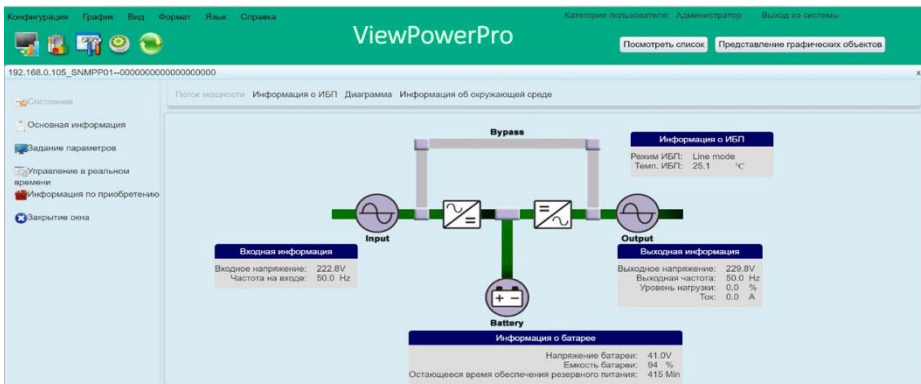

Рисунок 5-26
- Детальная информация об ИБП: в текстовом режиме можно войти в интерфейс контроля отдельных ИБП, дважды щелкнув по определенной панели ИБП. В текстовом режиме можно войти в интерфейс контроля отдельных ИБП, дважды щелкнув по определенной панели ИБП. См. рисунок 5-26.